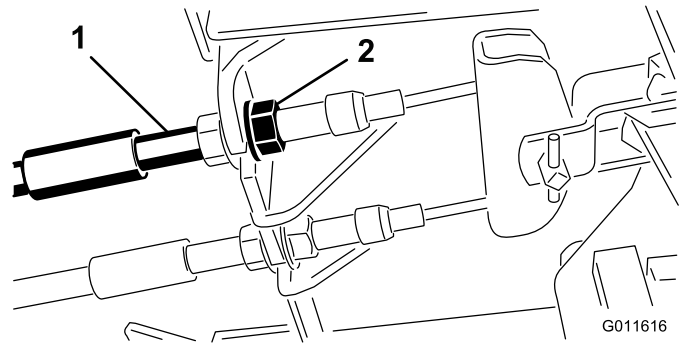

Figure 47
1. Pour réduire la garde aux pédales de frein, serrez les freins en desserrant l'écrou avant sur l'extrémité filetée du câble de frein (Figure 47).